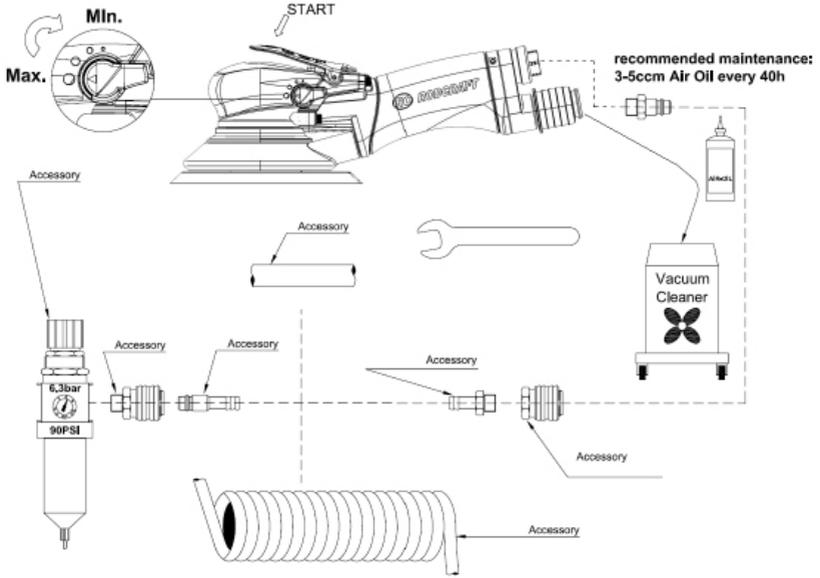

Fig. 01:
- Das Gerät laut Abb. 01 anschließen.
- Vor Inbetriebnahme immer auf die Position des Drehzahlschalters (1) achten, um unabsichtliche Drehzahlauswahl zu vermeiden.
- Connect device as shown in Fig.01.
- Prior to use, always observe the position of the speed switch (1) to avoid unintentional speed selection.